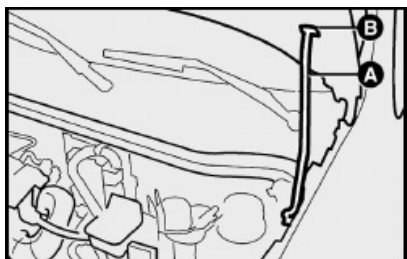

fig. 73
3) levantar o capô segurando-o pela parte central e, simultaneamente, soltar a vareta de suporte **A-fig. 73** do seu dispositivo de travamento;
4) introduzir a extremidade da vareta na abertura **B-fig. 73** do capô do motor.
1) manter levantado o capô com uma mão e, com a outra, tirar a vareta **A**-fig. 73 da abertura **B** e repô-la no seu dispositivo de bloqueio;